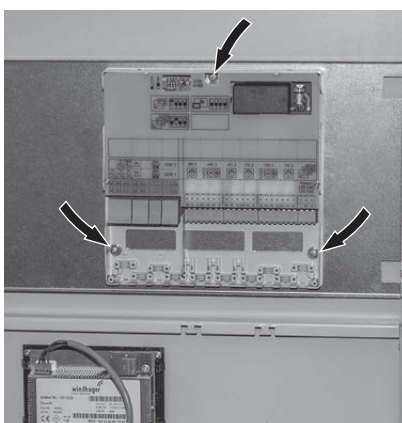

Fig. 35 Montage der Regelung MES INFINITY (Funktionsmodul) in Verkleidungstür
- ▶ Funktionsmodul mit beiliegenden U-Scheiben und Blechschrauben innen auf die Verkleidungstür schrauben – Fig. 35.